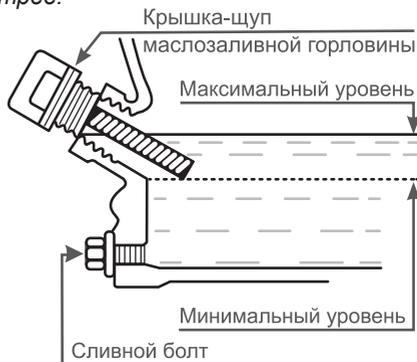

Рис. 20 Замена моторного масла
3. Извлеките крышку-щуп (Рис. 20) из маслозаливной горловины.
- Открутите (Рис. 20) сливной болт и слейте отработанное масло в подготовленную для этого емкость.
- При незначительном загрязнении промойте поролоновый фильтрующий элемент (3) теплым мыльным раствором и просушите. Слишком грязный или поврежденный поролоновый фильтрующий элемент замените.